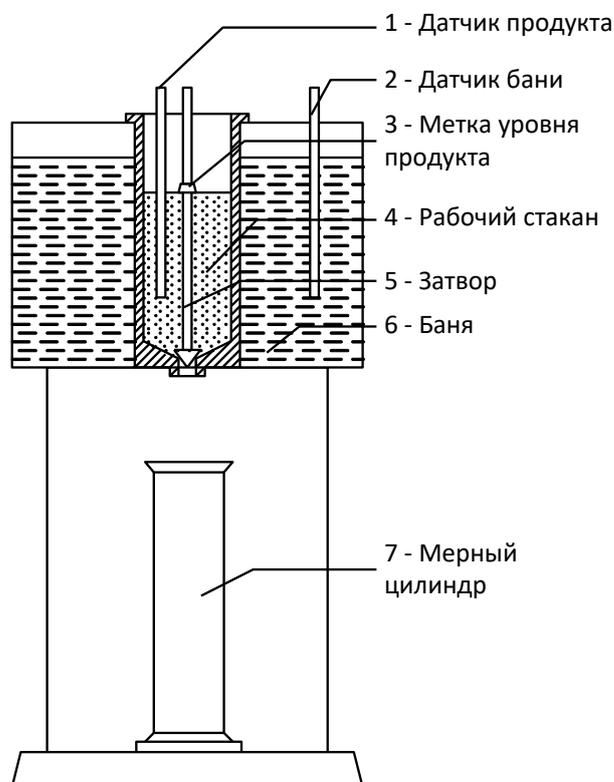

Рисунок 1 – Принцип действия аппарата
2.3.2.1 Принцип действия аппарата (см. рисунок 1, страница 4) основан на измерении времени истечения 50 см³ продукта через калиброванное отверстие при заданной температуре.